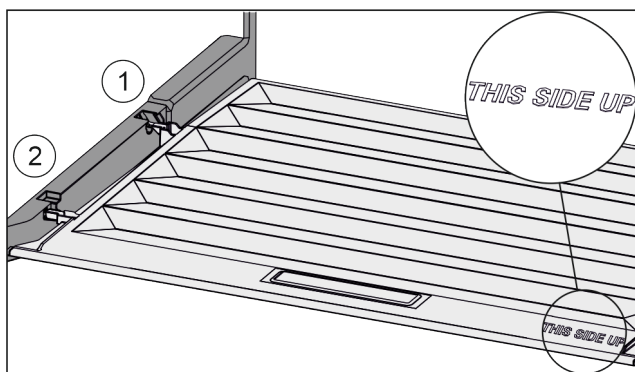

Fig. 95
- Dekselranden via de opening van de achterste houder Fig. 95 (1) aanbrengen en van voren in de houder Fig. 95 (2) klikken.